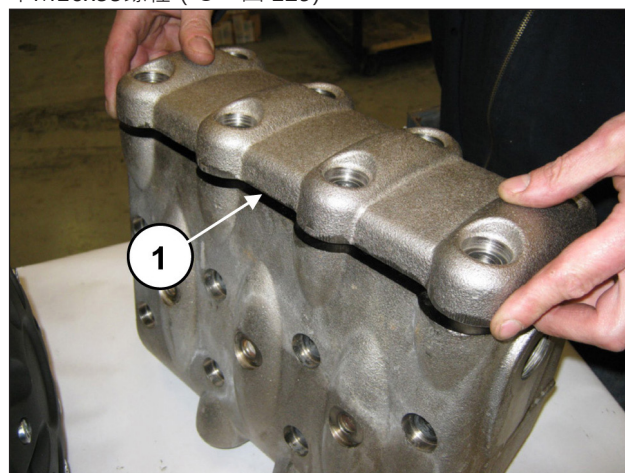
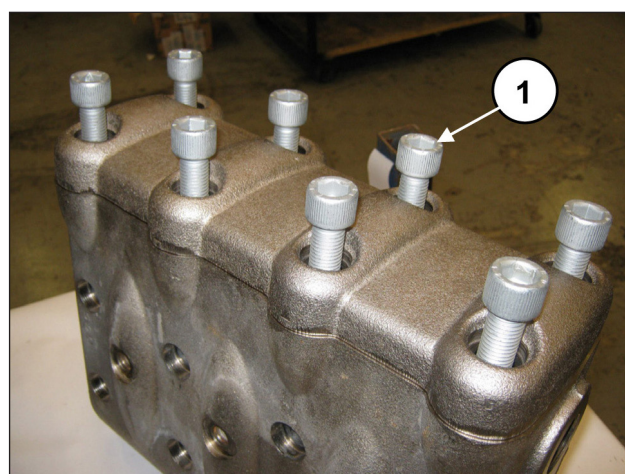

图 128
图 129
阀组和阀塞的安装结束后，盖上阀盖 (①, 图 128) 并拧紧8个M16x55螺栓 (①·图 129)。